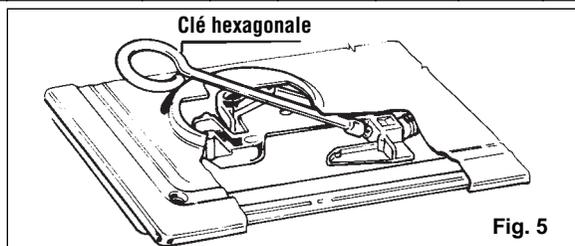

Fig. 5
- introduire une clé à tête hexagonale en tube dans le support du brûleur (Fig. 5) (la clé est fournie en tant qu'accessoire du plan de cuisson).